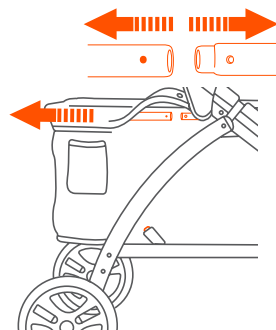
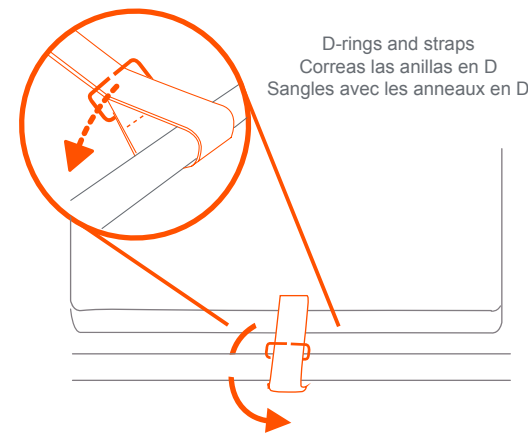

Fig. 15c
Fig. 15d
- Press the pin to remove the rear frame bar and pull the fabric away from the frame. Remove the the bar from the fabric (Fig. 15c) and remove the D-ring on each side (Fig. 15d).
- Presione el perno para retirar la barra trasera del armazón, y aparte la tela del armazón. Retire la barra de la tela (Fig. 15c) y retire las anillas en D (Fig. 15d).
- Presser la goupille pour ôter la barre du cadre arrière et retirer le tissu du cadre. Retirer la barre du tissu (Fig. 15c) et retirer les anneaux en D (Fig. 15d).